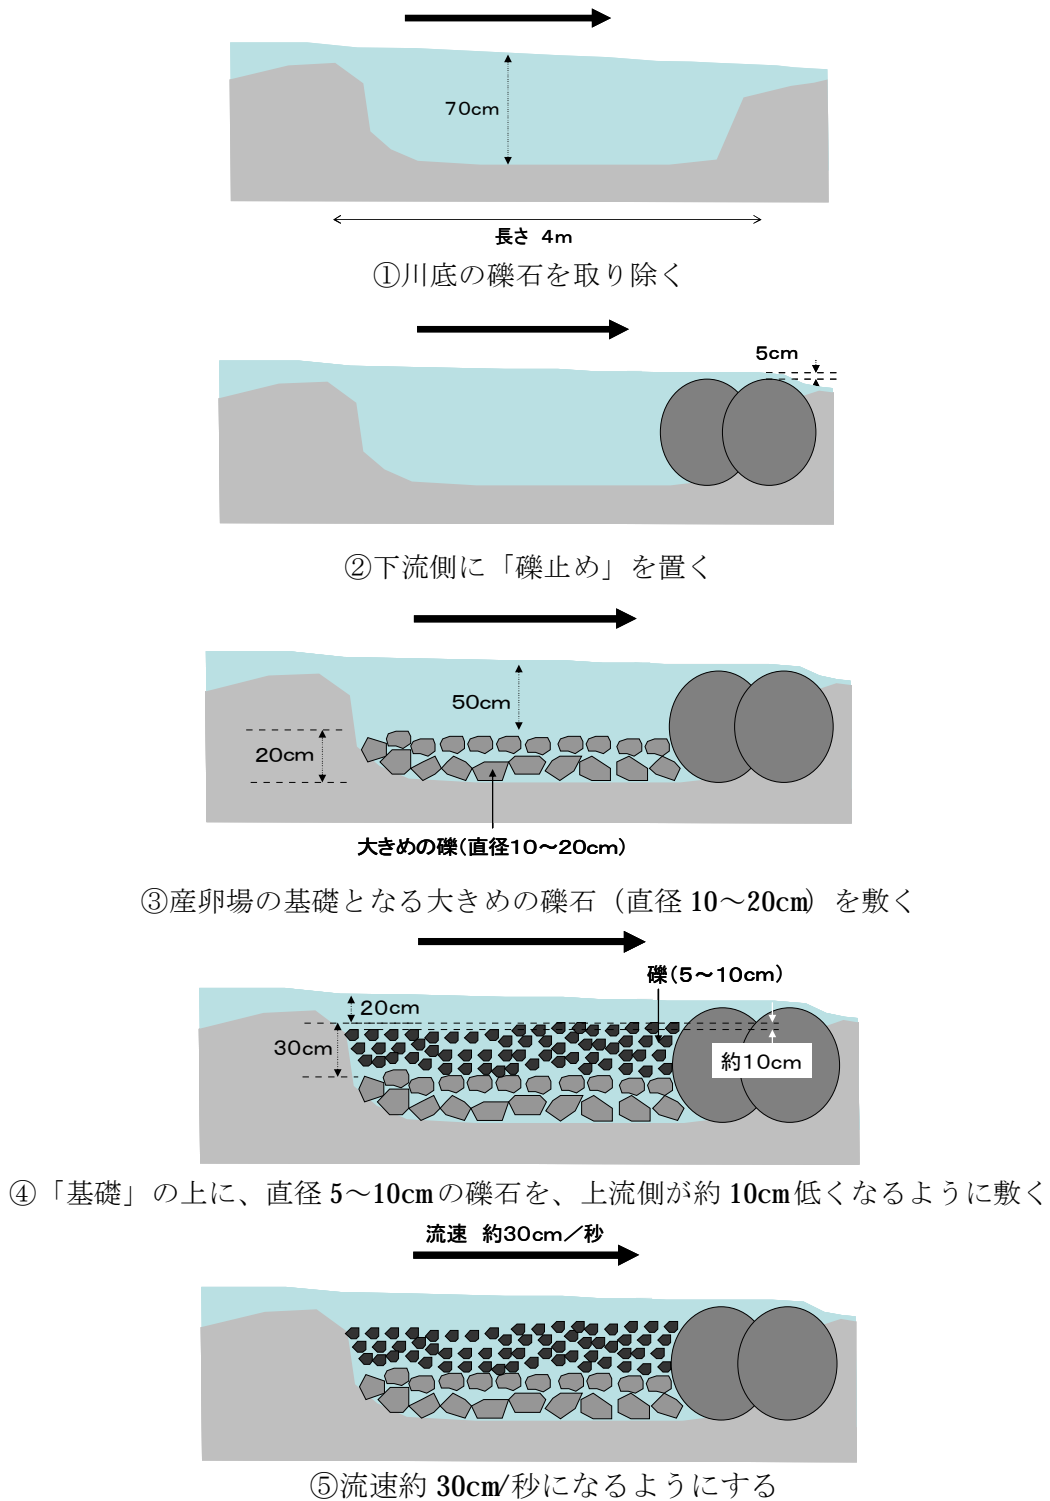

図1 サクラマス人工産卵場造成技術(改訂版)
2. 造成方法は以下のとおりで（図 1）、1ヶ所の造成には 10 名で 4 時間程度を要する。
- ①産卵場は、長さ約 4m、幅約 2mとする。スコップ、ジョレン、バール及びバケツ等を用いて川底の礫石を取り除き、水深が約 70cmになるようにする。
- ②その下流側に、産卵場の礫の流失を防ぐための直径 20cm以上の大きい石「礫止め」を置く。
- ③「礫止め」の上流側の川底に、産卵場の基礎となる大きめの礫石（直径 10～20cm）を、厚さが約 20cmになるように敷く。
- ④その「基礎」の上に、直径 5～10cmの礫石を、厚さが約 30cmになるように敷く。その際、高低差を上流側の方が下流側より約 10cm低くなるようにする。
- ⑤流速を約 30cm/秒となるように、下流側の水面幅を広げたり狭めたりすることで調整する。